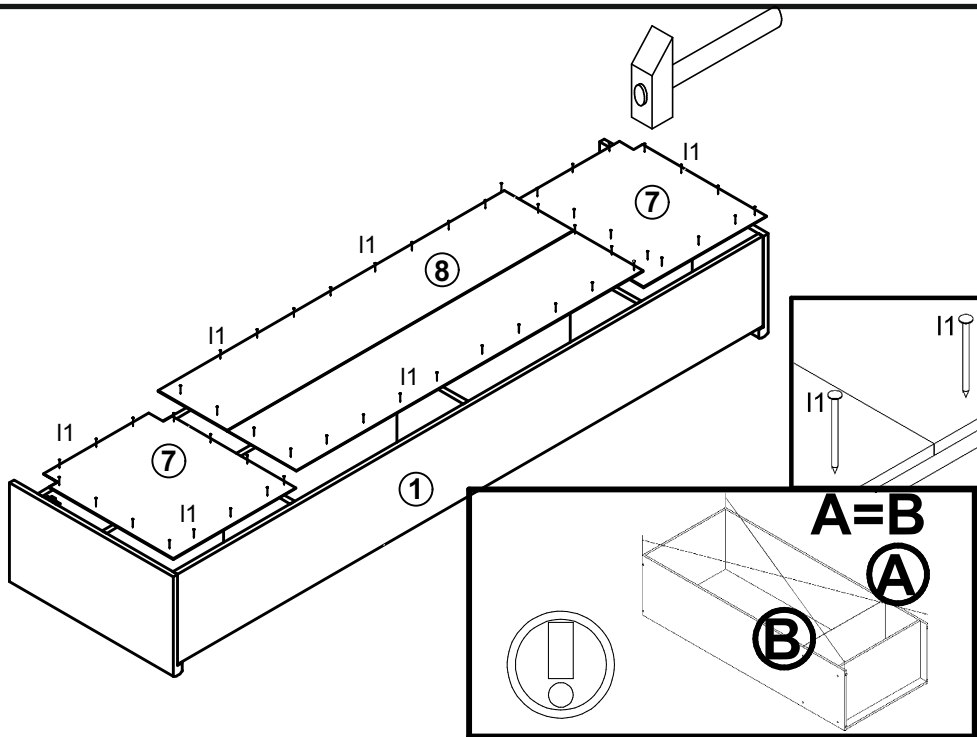

Рисунок 3
10. Положить корпус шкафа настенного фасадными кромками вниз на ровную поверхность и выровнять его, измеряя рулеткой расстояние между противоположными углами по диагонали. Расстояния должны быть равными. Закрепить стенки задние **7, 8** на корпусе изделия при помощи гвоздей **I1** (см. рис. 3).